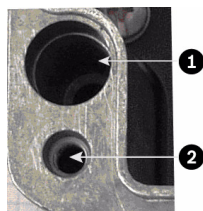

Figura 2.3 Vista SUPERIOR detallada de los orificios para los tornillos de montaje de la carcasa; orificios para los tornillos de la tapa de la carcasa
2. Localice los cuatro (4) orificios de montaje de la carcasa de la fuente de alimentación. (La *Figura 2.3* muestra uno de los orificios). Consulte la ilustración de dimensiones en el apéndice para ubicar los orificios. Las dimensiones mostradas solo son para los orificios de montaje. Los otros 4 orificios mostrados son para fijar la tapa y sirven únicamente de referencia.
3. Perfore cuatro (4) orificios en la superficie de montaje para los anclajes. Deben ser adecuados para tornillos M6 (no incluidos).
4. Afloje los cuatro (4) tornillos prisioneros de cabeza Phillips en la parte superior de la tapa de la carcasa de la fuente de alimentación (elemento 2, *Figura 2.3*). Levante la tapa y colóquela hacia abajo al lado de la carcasa.
5. Fije la carcasa en la superficie de montaje mediante cuatro (4) tornillos M6 de acero inoxidable y arandelas (no incluidos), que encajan en los orificios grandes de la carcasa, tal como se muestra en la *Figura 2.3*.